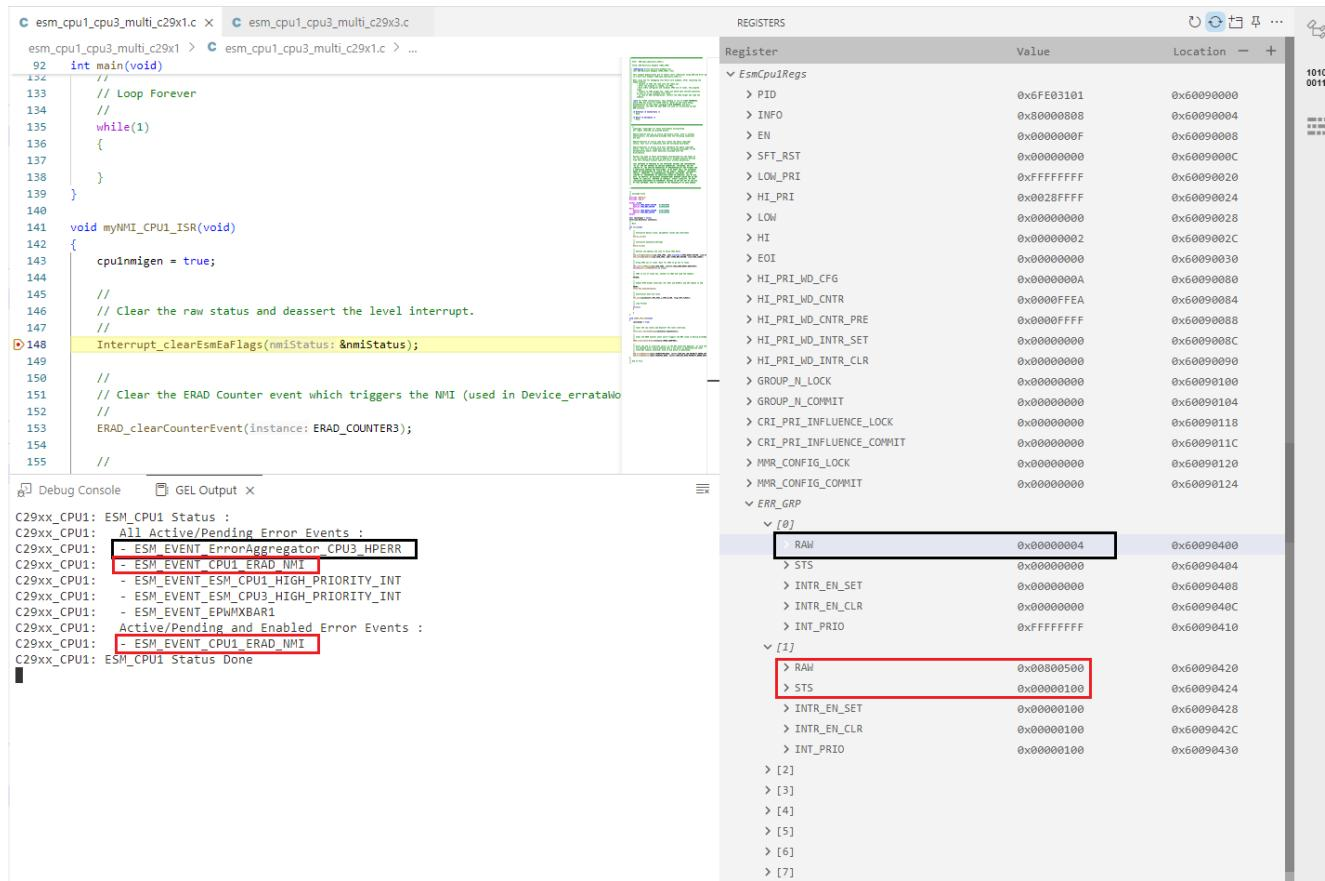

図 5-7. ESM エラー イベントステータス GEL 出力
- a. 図 5-7 は、CPU1_ERAD_NMI エラー イベントがアクティブであり、イネーブルであることを示しています。ESM CPU1 - CPU1_ERAD_NMI エラー イベントに対しても割り込み優先度レジスタ (`INT_PRIO`) が設定されており、これにより CPU1 (ESM CPU1 内) および CPU3 (ESM CPU3 内) の両方で NMI がトリガーされます。